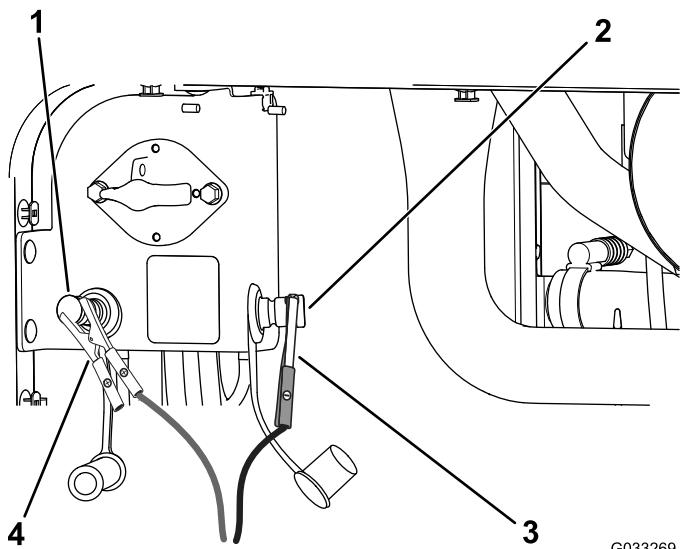

Рисунок 106
4. Подсоедините положительный (+) пусковой соединительный кабель к положительному штырю запуска от внешнего источника (Рисунок 106).
5. Подсоедините отрицательный (-) пусковой соединительный кабель к отрицательному штырю запуска от внешнего источника (Рисунок 106).
7. Когда двигатель запустится, другой человек должен отсоединить отрицательный (-) пусковой соединительный кабель от отрицательного штыря запуска от внешнего источника, а затем отсоединить положительный (+) пусковой соединительный кабель (Рисунок 106).